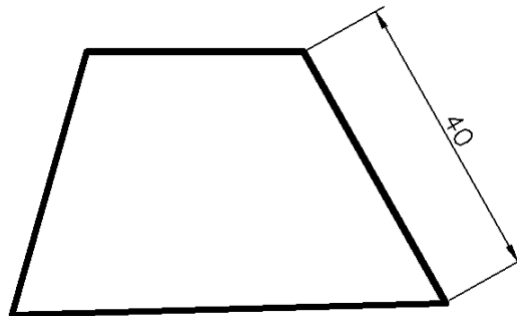

Рис.3 Диаметральнй размер
5.2. **Параллельный размер** (рис.3)